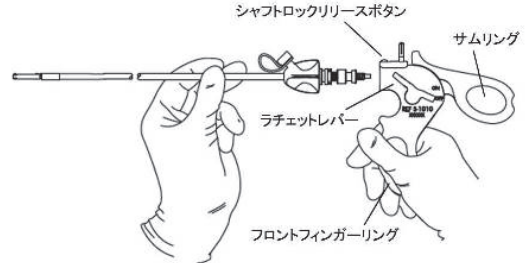

図1
- (1) フロントフィンガーリングとシャフトを持つ(図1参照)。この時、シャフトロックリリースボタンが上にあり、サムリングが上がった状態になっている。
- * (2) シャフトを挿入する前に、ラチェットレバーが「OFF」の位置になっていることを確認する。ラチェット機構は把持鉗子と剥離鉗子でのみ作動する。
- (3) シャフトをしっかりとハンドルに挿入する。シャフトが所定の位置でロックされると、サムリングが下がる。シャフトを360度回転させ、確実に所定の位置にロックする。
- (4) ハンドルとシャフト先端が正しく組み立てられ、機能することを確認する。